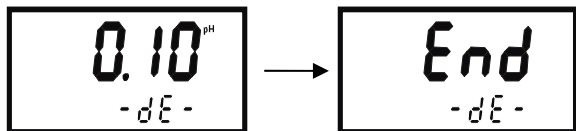

图 7-17
2、 按 UP 键或 DOWN 键将数值调至控制所需的数值 ,然后按 OK 键确认 ,仪表显示迟滞量调节结束。显示如图 7-17 所示 :